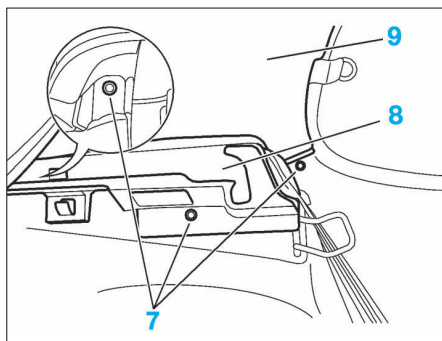

FIG. 46
- Déposer de chaque côté (Fig.46) :
- les 3 fixations (7)
- la garniture inférieure de custode (8)
- la garniture supérieure de custode (9).